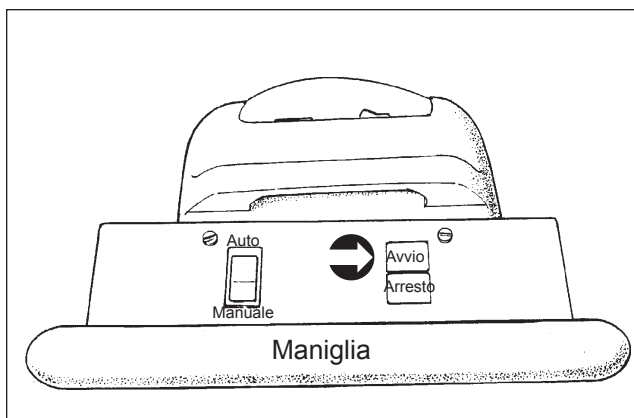

Figura 17
5. Posizionarsi dietro alla maniglia, spostare il selettore su "Automatico" e premere l'interruttore verde di avvio. Per arrestare la macchina, premere il pulsante rosso di arresto. Vedere la Figura 17.